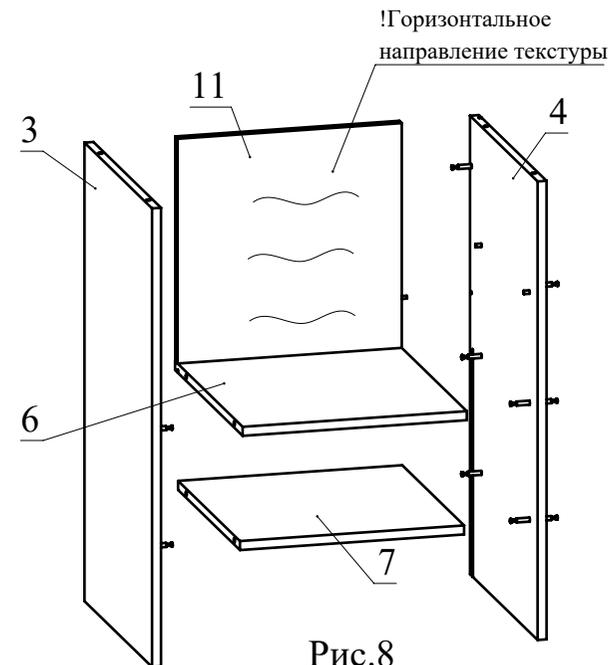

Рис.8
7. Соедините детали согласно схеме (Рис. 8). Обратите внимание, что деталь 11 необходимо расположить так, чтобы направление текстуры было горизонтальное. Зафиксируйте, повернув конфирматным ключом головки минификсов по часовой стрелке до упора.